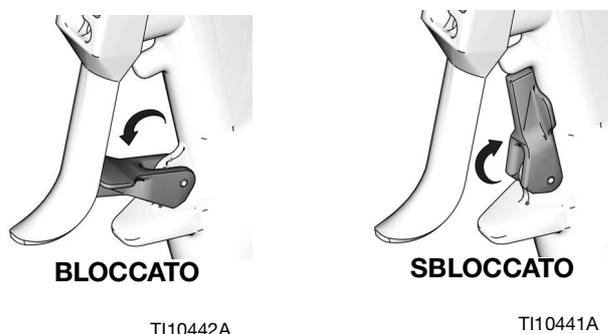

FIG. 4
1. Se si sta utilizzando una delle versioni manuali della valvola, inserire la sicura del grilletto, portando il fermo ad angolo retto rispetto al corpo della pistola. Vedere FIG. 4.